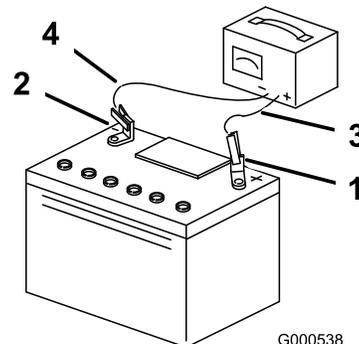

Figura 44
3. Quando la batteria è completamente carica, staccate il caricabatterie dalla presa elettrica e scollegate i cavi di ricarica dai poli della batteria (Figura 44).